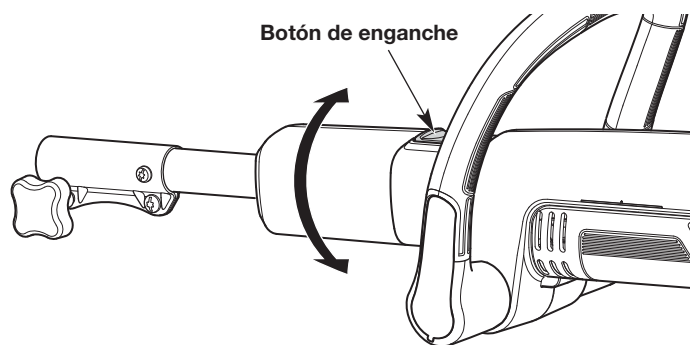

Fig. 2
1. Oprima firmemente el botón de enganche y rote el brazo telescópico a la posición deseada (Fig. 2).